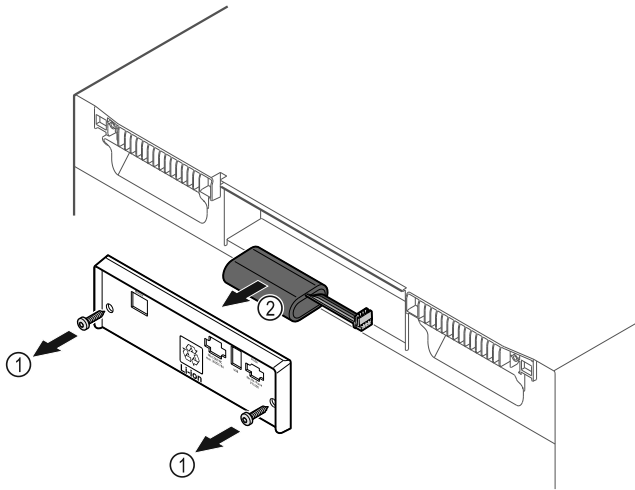

Fig. 202
- ▶ Ξεβιδώστε τις βίδες και αφαιρέστε το κάλυμμα στην πίσω πλευρά της συσκευής Fig. 202 (1).
- ▶ Αποσυνδέστε και τραβήξτε έξω την μπαταρία Fig. 202 (2).